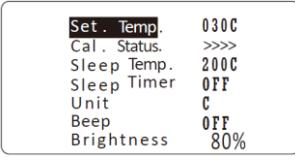

图 6
- 3.2 当Cal. Status显示“>>>”(见图6)，表示焊台温度已被校准调高过。